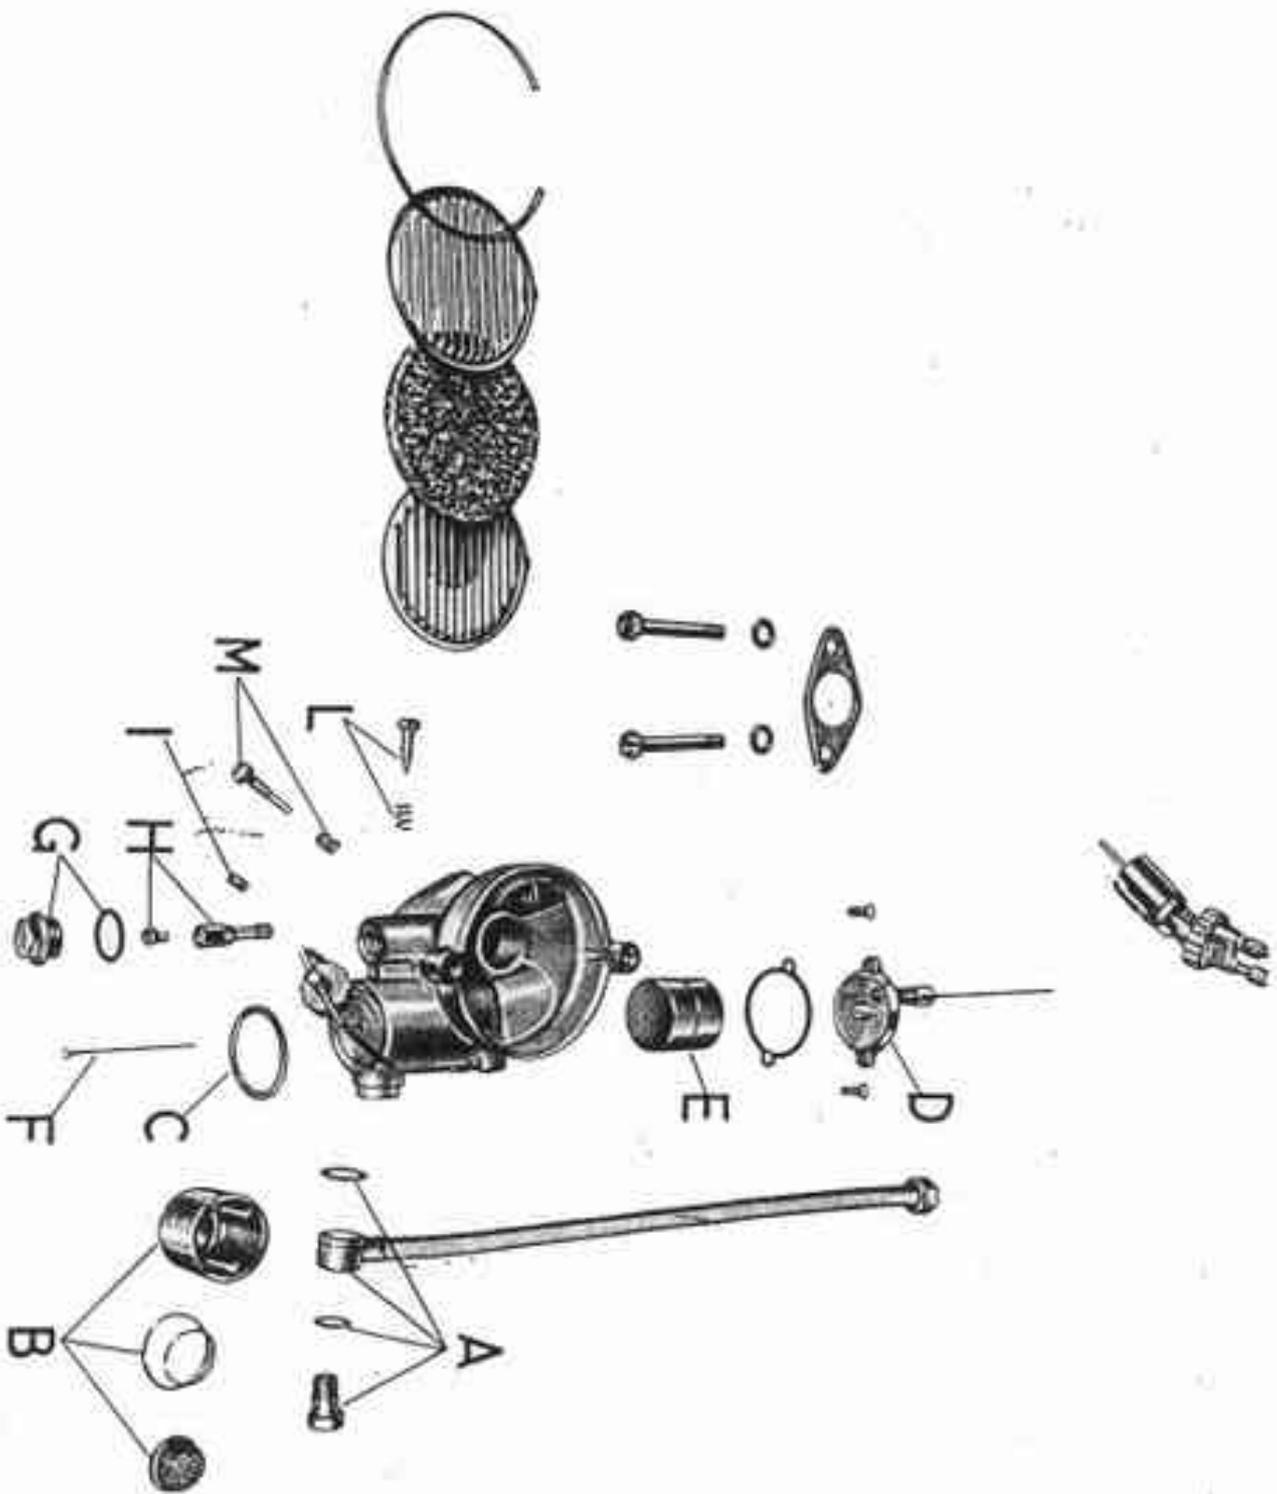

Fig. 22 - Carburatore smontato: si noti l'ordine di montaggio
**Smontaggio** (Vedere fig. 22)
- la tubazione della miscela col relativo bullone d'arresto (A) con chiave da 12;
- il bicchiere (B) colla molla di pressione e il filtro, e se occorre, anche la guarnizione (C);
- il coperchietto (D) per ispezionare la vaschetta a livello costante, per effettuare questo svitare le due viti di tenuta ed estrarre dalla vaschetta il galleggiante (E) mediante lo smontaggio dell'astina (F);
- il tappo con guarnizione (G) con chiave da 14, indi svitare il polverizzatore con chiave a tubo da 8 e il getto (H);
- il getto del minimo (I);
- la vite per regolazione minimo (L);
- la vite per regolazione valvola gas (M).